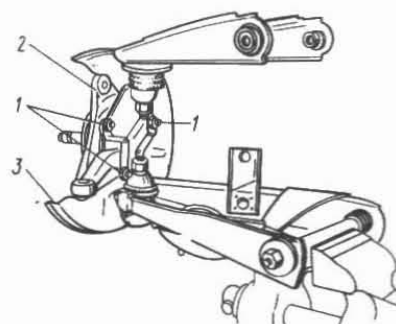

Fig. 4-11. Conjunto suspensión de la rueda izquierda afianzado en el banco de ajustador para el despiece:
- desenrosque todas las tuercas 1 (fig.4-11), quite las placas de fijación y el brazo de la mangueta; con ello se libera el soporte 2 de sujeción del soporte de freno y la cubierta protectora 3 del disco;